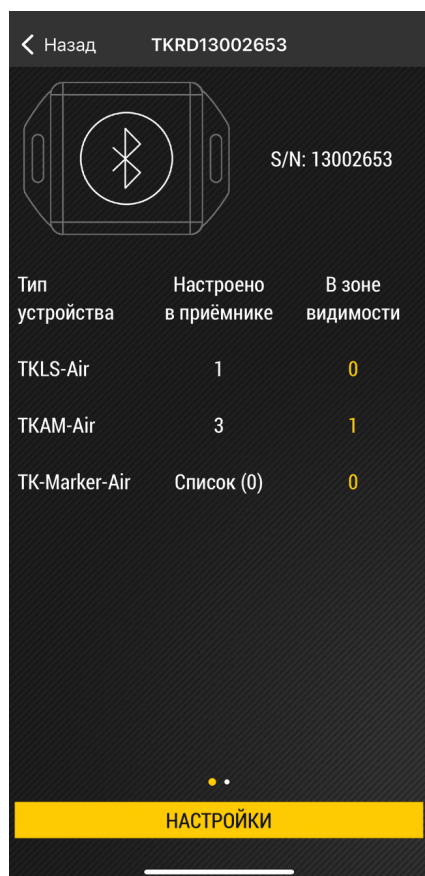
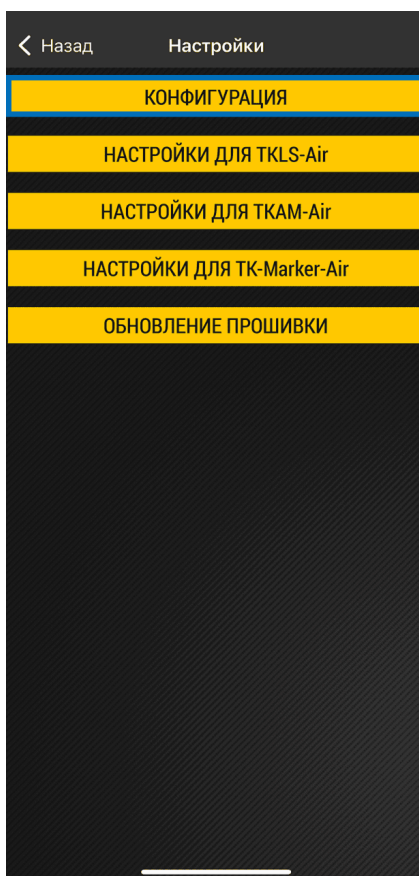
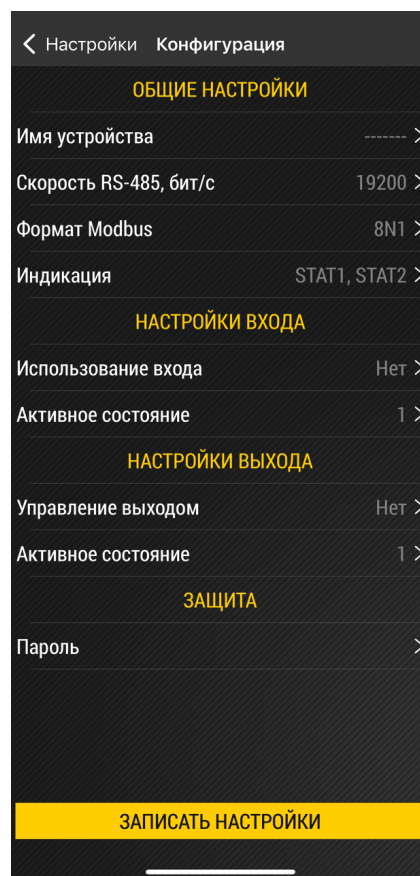

Рис.8. Рабочий экран
Рис.9. Меню настроек
Рис.10. Меню «Конфигурация»
1. На рабочем экране устройства нажмите «**Настройки**» (Рис.8), далее «**Конфигурация**» (Рис.9). Откроется экран с настройками приемника (Рис.10).
9. По окончании настроек нажмите кнопку «**Записать настройки**» (Рис.10).